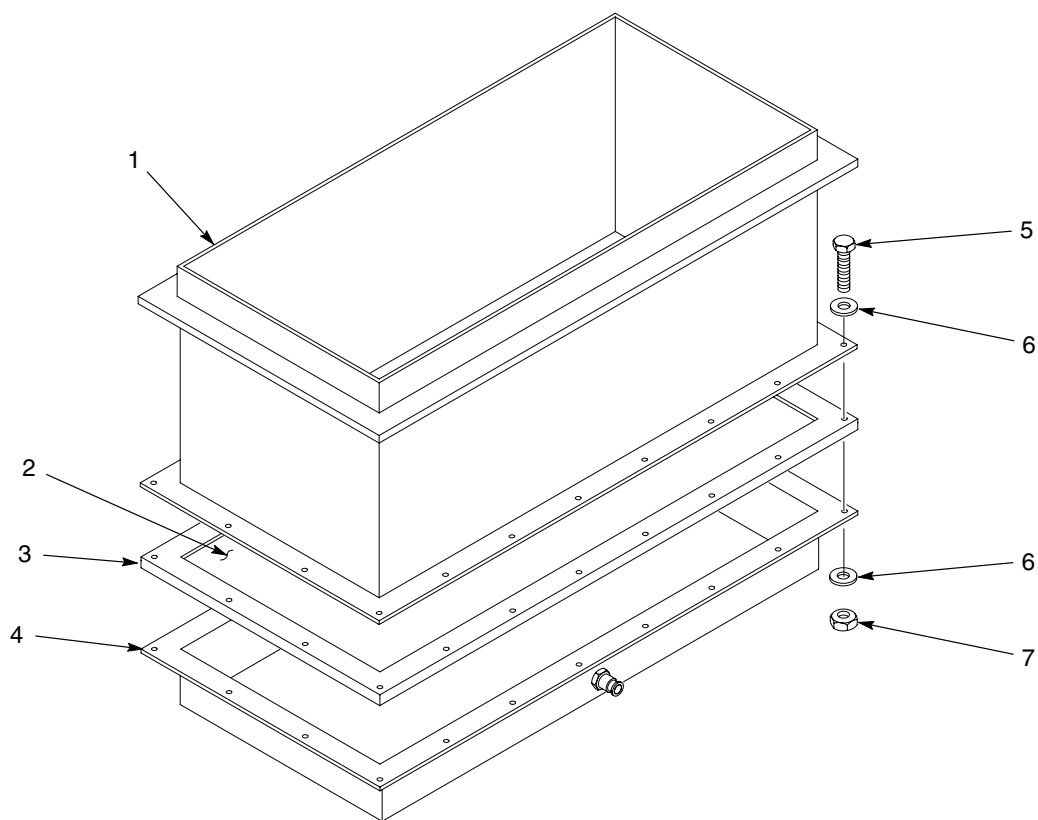

Figura 8-13 Înlocuirea plăcii de fluidizare a buncărului de alimentare de 75 lb
2. A se vedea Figura 8-13. Demontați șuruburile (5), șaibele plate (6) și piulițele (7) care fixează corpul (1) de camera de distribuție (4). Ridicați corpul de pe camera de distribuție.
3. Scoateți și aruncați placa de fluidizare veche (2) și garnitura U (3).